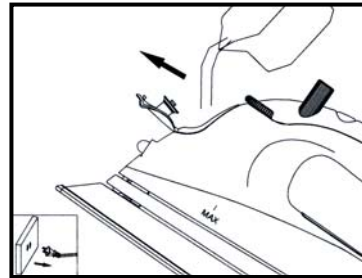

Fig. 1
1. Abra la tapa de la toma de agua. Sostenga la plancha inclinada en un ángulo leve y vierta el agua lentamente en la toma (Fig. 1). Llene la plancha hasta el nivel deseado o use la jarra provista llenándola hasta la marca "**MAX**" (cuando la plancha esté vertical, el tanque transparente permite ver la cantidad de agua que contiene). No llene en exceso la plancha. Al terminar de llenarla, cierre la tapa